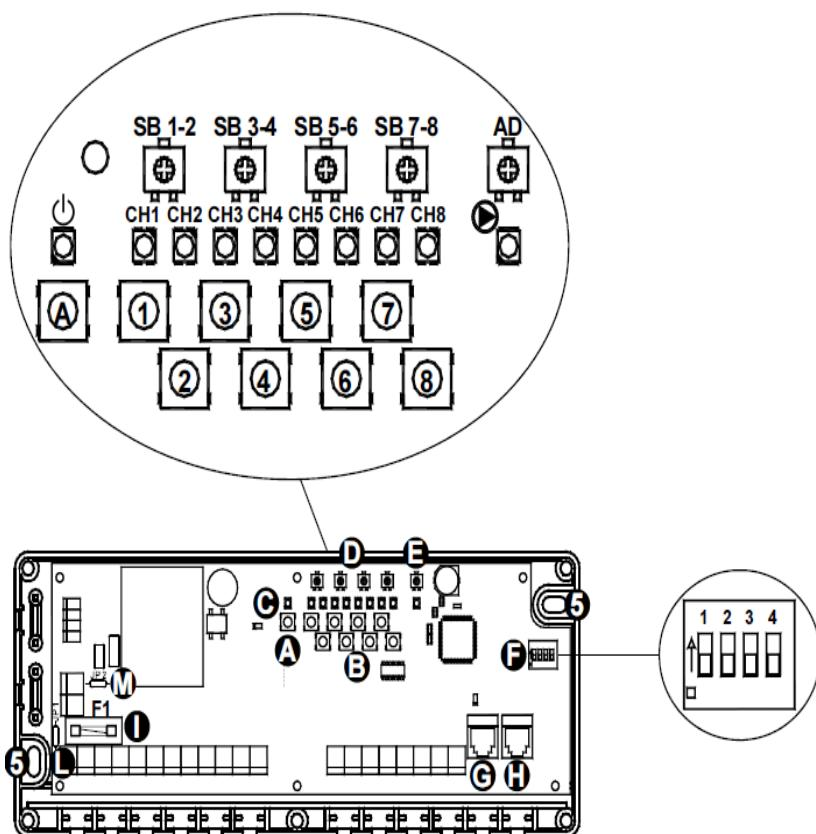
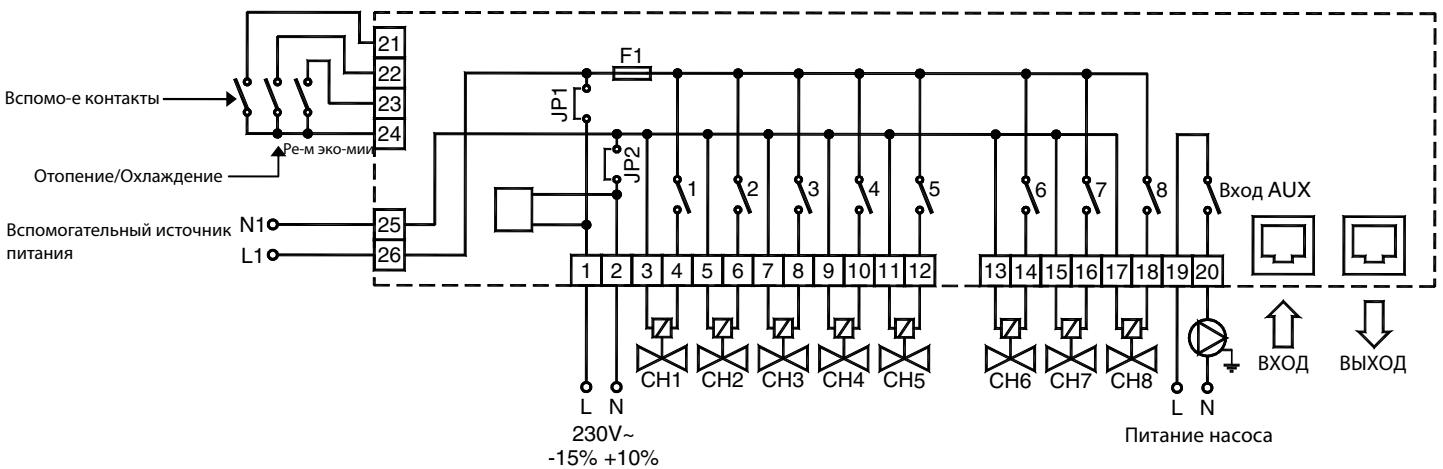

Рис.2
Рис. 3 Схема подключения
Для каждого из 8 каналов своя кнопка (1..8); а также кнопка для подсоединения (A на рис. 2).
Как указано на рисунке 2, все 4 термостата (SB1-2.. SB7-8 используются для понижения температуры в экономном режиме. На рис.2 (**D**), также термостат для настройки отсрочки дополнительного входа (**AD**) (**E** на рис. 2).
- Прикрепите держатель блока к стене при помощи двух винтов через отверстия на держателе (5 рис.2). Выполняя электрические подсоединения, убедитесь, что блок отключен от питания. Будьте аккуратны, выполняя работу, чтобы не повредить устройство.
На рис. 3 указаны входы и как они должны быть подключены.
Входы 1 и 2 предназначены для подключения питания: подсоедините их к питанию на 230V~. Убедитесь, что вход 2 подключен на нейтральную фазу. Электронные элементы защищены автоматическим перезапуском реле, сенсоры защищены 4-мя медленно перегораютыми предохранителями, F1 (I на рис. 2). Входы 25 и 26 предназначены для подключения дополнительного питания, входы 3-18 предназначены для дополнительной автоматики. Блок поставляется с установленными джамперами на контакты 25, 26 для подключения питания 230 В; затем можно подключить сенсоры к контактам 3-18, как показано на рис. 3. В таком случае дополнительное питание может быть подключено к контактам 25, 26 и сенсоры будут подключены к основному питанию на 230 В.
Отсоедините кабель джамперов JP1 JP2, обозначенных L и M на рис. 2. и полостью отсоедините их. Это необходимо сделать для того, чтобы отключить питание на 230 В от основной линии к сенсорам.
Подсоедините внешнее питание (трансформатор с выходом на 24 В) к входам 25 и 26 (рис.3).
Проверьте напряжение на предохранителе **F1**. Оно должно покрывать напряжение всех подключенных сенсоров. Необходимо брать в расчет все все подключенные сенсоры. Необходимо учитывать вариант с максимальным количеством подключенных сенсоров. Например, если подключены все 8 сенсоров, каждый на 3 Вт или 24 В, необходимо, чтобы трансформатор был расчитан на выход 24 В (3x8). Желательно также брать в расчет запас +10%. В таком случае необходим трансформатор на 30 В. Предохранитель медленного сгорания **F1** имеет значение 4 А, что подходит для 16 стандартных датчиков по 230 В. Если нужно подключить больше сенсоров, необходимо обеспечить предохранитель **F1** с большим значением. Предохранитель должен покрывать напряжение сенсоров. Если требуется дополнительная информация, обратитесь к поставщику оборудования. Входы 19 и 20 служат для подключения бойлера, либо кондиционера. Это обесточенные контакты, поэтому насос или бойлер могут работать на разных напряжениях. На схеме (рис.3) показано подсоединение насоса. Выходы 21, 22 и 23 на рис. 3 соответствуют вспомогательным контактам реле, кондиционирование/отопление и режим экономии, входы могут быть закрыты на входе 24 для включения этой функции.
1. Нажать на кнопку соответствующего канала (10, Рис.2) и удерживать ее нажатой.
Зажать соответствующую кнопку A (рис. 2) и удерживать ее зажатой.
Доп.вход активирован каждый раз, когда хотя бы один из сенсоров включен. Если включена опция разделить доп. Вход (раздел включение DIP) блок будет контролироваться в соответствии со статусом каналов всех модулей, подсоединенными каскадом. Если эта опция отключена, блок будет контролироваться только статусом своих выходов. Через радио сигнал термостат передает блоку текущие показания по температуре. Также блок может сам снизить температуру в соответствии с установленным температурным порогом, активируя режим экономии. Эта функция позволяет регулировать температуру в помещении в двух режимах – комфорт и экономия. Режим комфорта соответствует заданной температуре, а в режиме экономии сохраняется температура как в комфорте, минус установленное понижение значения в режиме отопления (при кондиционировании значение повышается). Блок имеет 4 триммера, (D на рис.2.), благодаря этому можно настроить понижение значения от 0 до 7 гр. Каждый триммер позволяет понизить температуру на двух каналах: например, триммер SB1-2 изменяет значение на канале 1 и 2, триммер SB3-4 для канала 3 и 4, и т.д.